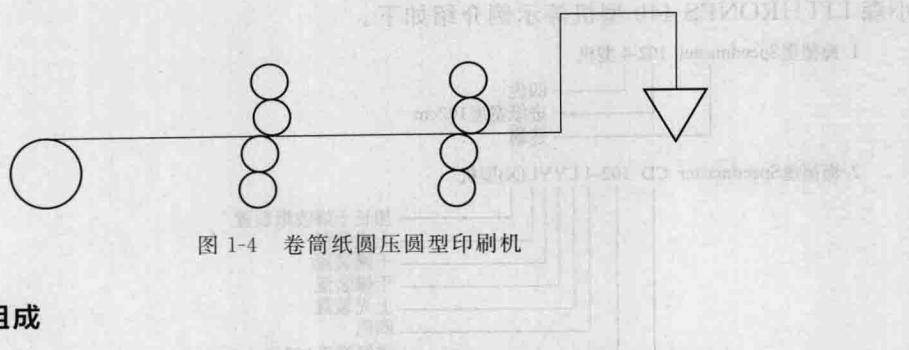

图 1-4 卷筒纸圆压圆型印刷机
(2) 卷筒纸圆压圆型印刷机 滚筒空当很小，各个滚筒连续匀速旋转，运转稳定性比单张纸圆压圆型印刷机更好，生产效率更高，现代卷筒纸印刷机的印刷速度最高已超过每分钟 1000m，适用各种印刷方法，还可以组成凸版和平版联合印刷机，或加装其他辅助装置，成为能印号码、分切、上光、折页、模切等多种功能的印刷机。当然纸卷幅面受到限制，纸耗较大，噪声大，印刷速度较快，印刷质量受到影响。如图 1-4 所示。